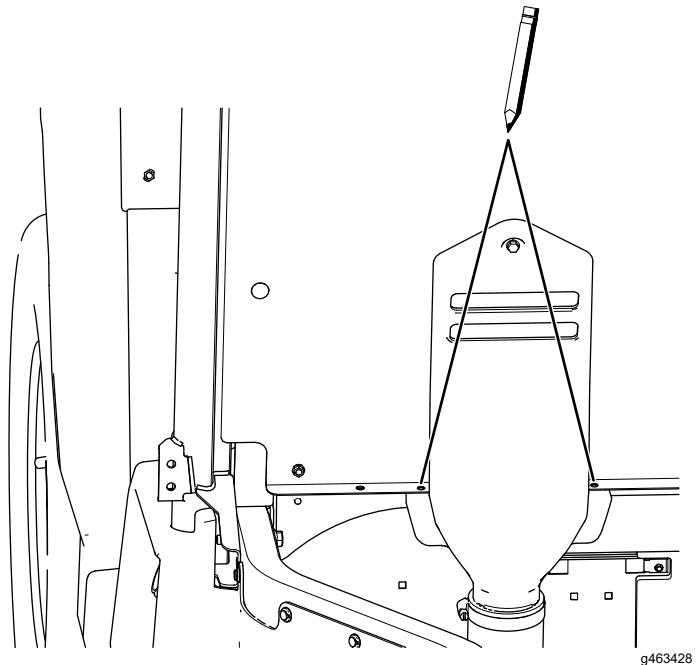

Figure 25
C. En vous servant du capot d'admission de CVT comme gabarit, marquez l'emplacement des 2 trous (Figure 25).